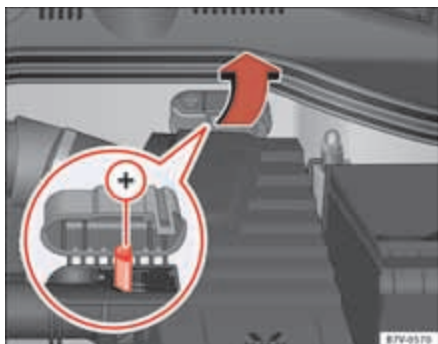

Fig. 212 En el vano motor: polo positivo de ayuda de arranque (+).
- Asimismo, abra la cubierta de la batería en el compartimento del motor ⇒ página 299, o bien retire a un lado el capuchón del polo positivo ³⁾, en el sentido de la flecha ⇒ **página 351, fig. 212**.
- Emborne un extremo del cable de emergencia *rojo* al polo positivo ⇒ **página 351, fig. 213** (+) o ⇒ **página 351, fig. 212** (+) del vehículo con la batería descargada (A) ⇒ .
- Emborne el otro extremo del cable de emergencia *rojo* al polo positivo (+) de la batería que suministra la corriente (B).